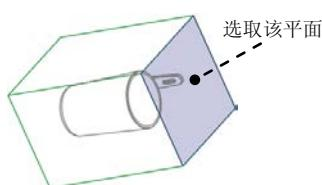

图 7.32 定义封闭面
④ 单击 **确定** → **Done Refs (完成参考)** → **Done/Return (完成/返回)** 命令, 此时系统显示“封合”菜单。
④ 定义封合类型。在“封合”菜单中选中 **Cap Plane (顶平面)** → **All Loops (全部环)** 复选框, 单击 **Done (完成)** 命令, 此时系统显示“封闭环”菜单。
⑤ 定义封闭环。根据系统 **选择或创建一平面, 盖住闭合的体积块** 的提示, 选取图 7.32 所示的平面为封闭面, 此时系统显示“封合”菜单。
⑥ 在菜单栏中单击 **Done (完成)** → **Done/Return (完成/返回)** → **Done (完成)** 命令, 完成收集体积块创建。